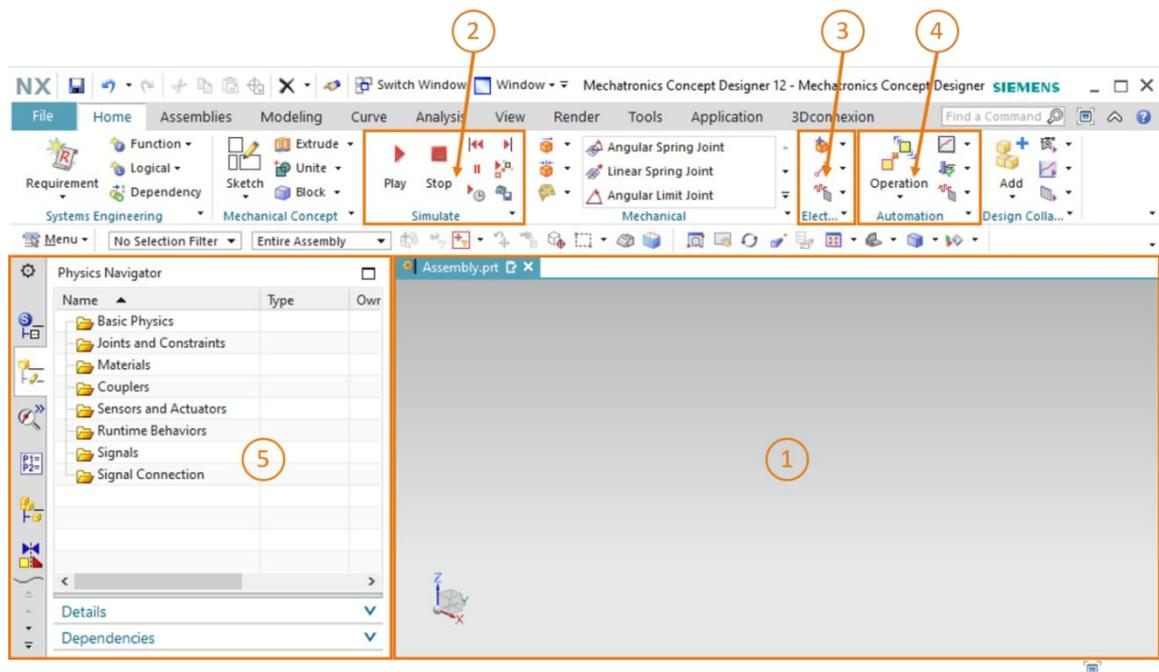

Figura 2: Applicazione "Mechatronics Concept Designer" in NX con i numeri identificativi per le spiegazioni delle diverse aree nel testo
L'area di lavoro di Mechatronics Concept Designer è rappresentata nella Figura 2. Per aprire l'applicazione in NX cercare "**Mechatronics Concept Designer**" con la funzione di ricerca comandi posta in alto a destra sullo schermo, già descritta nei moduli precedenti.
- la schermata centrale (vedi Figura 2, area 1) contiene l'area di lavoro tridimensionale che consente di monitorare il funzionamento del modello 3D dinamico mentre interagisce con il PLC virtuale durante la simulazione.
- Nella parte centrale della barra dei menu (vedi Figura 2, area 2) si trovano i comandi per la simulazione del modello. Queste funzioni verranno utilizzate nel Capitolo 7.3.
- Le proprietà dei segnali dei componenti elettrici si trovano nella barra dei menu, subito sotto quelle dei componenti meccanici (vedi Figura 2, area 3), e consentono di creare segnali e tabelle. Qui di seguito vengono descritti alcuni comandi.
- Anche le proprietà dei segnali dell'automazione si trovano nella barra dei menu di MCD (vedi Figura 2, area 4). Qui verrà utilizzata la seguente proprietà:
- La barra delle risorse sulla parte sinistra della schermata (vedi Figura 2, area 5) di MCD consente di richiamare il Physics Navigator (Navigatore proprietà fisiche). In questo navigatore vengono salvati i segnali e i collegamenti.